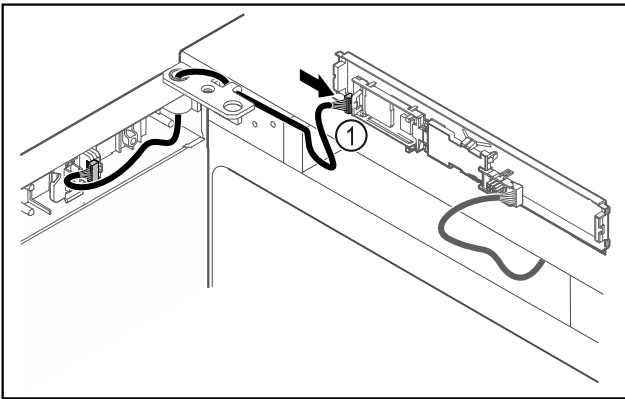

Fig. 46
- Stecker Fig. 46 (1) an Platine anstecken.